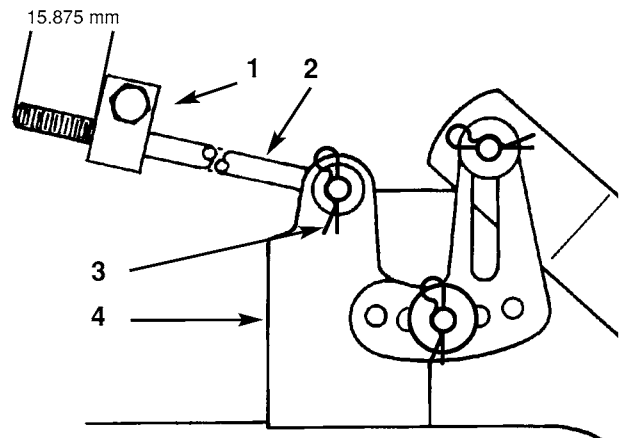

Bild 51
5. Die Länge der aus der Vorderseite des Einstellblocks vorstehenden Stange an den Chassisseiten (Bild 51) messen. Wenn die Stangenlänge anders als 15,8 mm ist, den Splint und die Scheibe vom Stangenende entfernen (Bild 51), dann die Stange solange drehen, bis die Abmessung von 15,9 mm erzielt ist. Anschließend das Stangenende in das Loch im Mäherträger stecken und mit Scheibe sowie Splint absichern. Diesen Schritt an der gegenüberliegenden Seite des Mähers wiederholen.